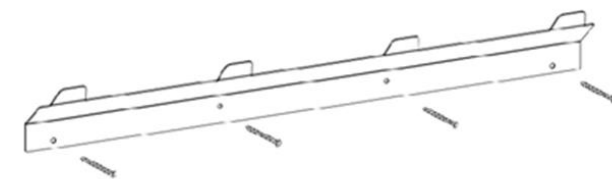

Рис.4
- Прикрепите верхний монтажный кронштейн (А) к стене, закрепив анкерные винты (АА) в дюбелях. (Рис.4)